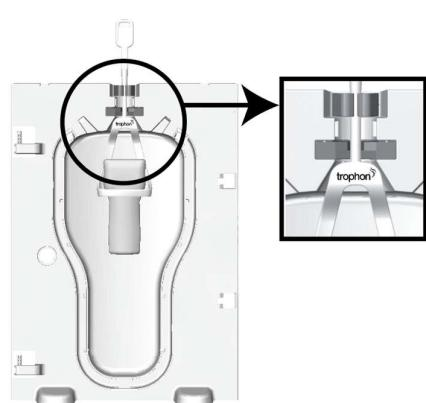
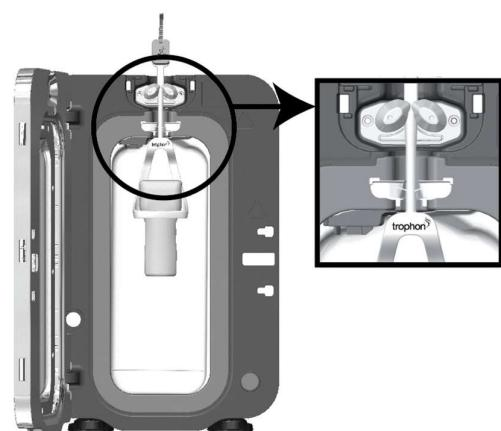

図 4
図 5
- **WUPH-A** trophon Wireless Ultrasound Probe Holder-A (WUPH-A) は、適合性のあるワイヤレス超音波プローブを trophon チャンバー内で保持するためのものです。同ホルダーは、trophon EPR、trophon2 および trophon3 の各装置で使用可能です（図4と図5をそれぞれ参照）。